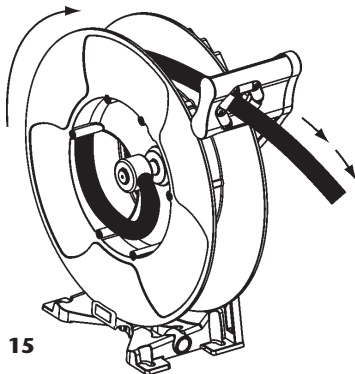

Fig. 15
1. Tire de la manguera hasta que quede trincada en el enrollador (fig. 15).